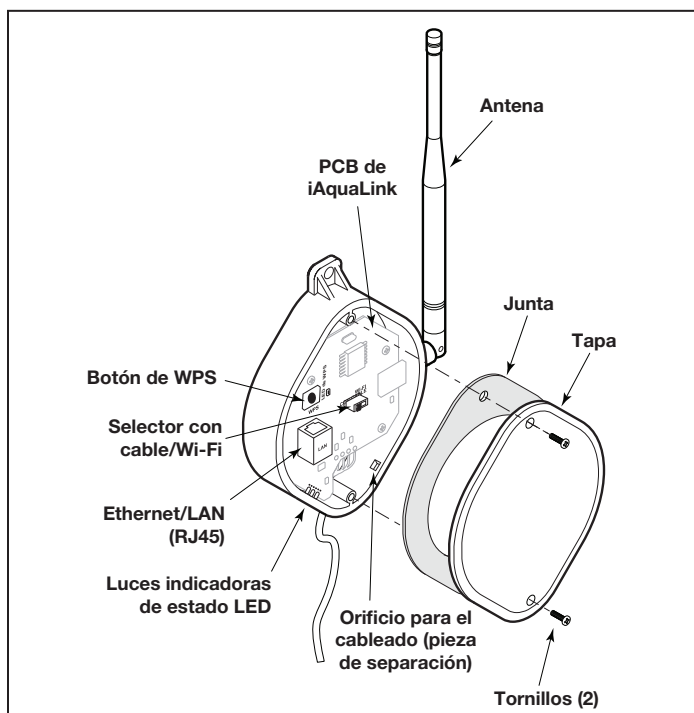

Figura 32. Componentes de la PCB del dispositivo iAquaLink
5. Coloque un cable a través del troquelado hacia el área de bajo voltaje. Consulte la Figura 32.
7. Pele cada cable ¼" (6 mm) y conecte al conector rojo de cables de la PCB del centro de energía. Es posible que se requiera un kit multiplexor (n.º de pieza 6584) si hay más de dos (2) cables tendidos a un conector rojo de cables en la PCB del centro de energía.
1. Extraiga los dos (2) tornillos de la cubierta de iAquaLink J-Box. Extraiga la junta y la cubierta. Consulte la Figura 32.